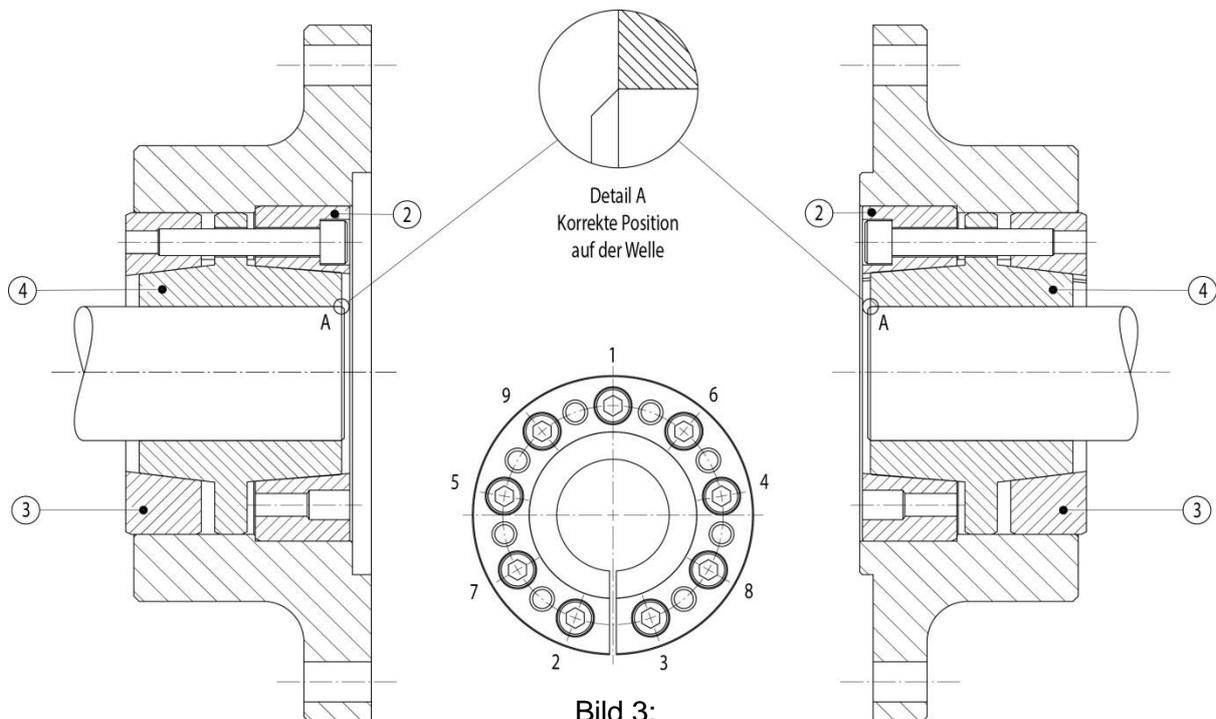

Bild 2:
8. Ziehen sie mit einem Drehmomentschlüssel, eingestellt auf 50 Nm die Zylinderschrauben (5) gemäß Bild 2 an bis das Drehmoment an allen Schrauben vorliegt. Um sicherzustellen, dass alle Schrauben mit gleichem Drehmoment angezogen sind empfehlen wir es im Uhrzeigersinn zu prüfen.
10. Fahren sie beim Anziehen der Zylinderschrauben (5) in 50 Nm Schritten fort. Fahren sie hierbei wie unter Schritt 8. und 9. beschrieben fort.